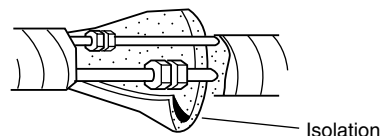

Abb. 3-30
- (1) Leitung und Ablaufschlauch in die Rückseite der Inneneinheit einführen. Ausreichende Länge für die herzustellenden Anschlüsse bereitstellen. (Abb. 3-30)